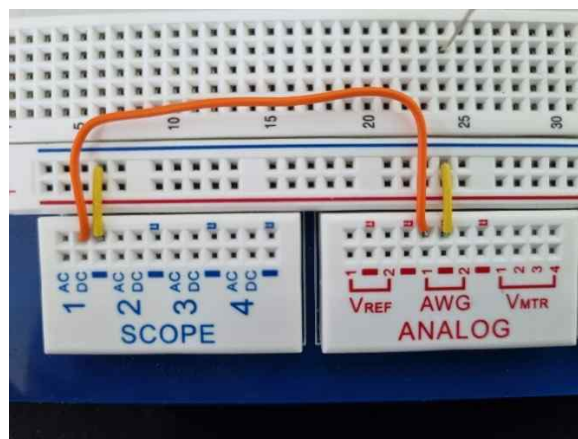
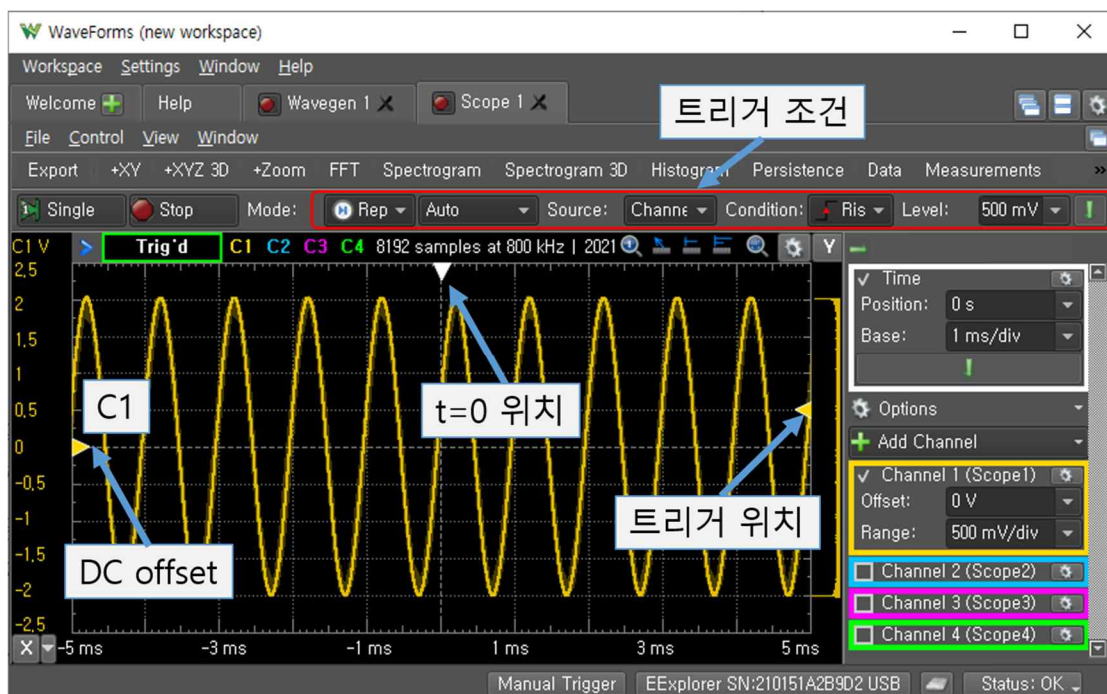

Figure 6. EEboard의 AWG 및 Scope
Figure 7. Trigger 설정 및 파형 측정
Figure 6는 EEBoard에서 제공하는 4개의 Scope 채널의 위치를 보여준다. Scope의 각 채널은 AC 또는 DC 커플링 커넥션이 제공되고 있다. AC 커플링의 경우 신호의 DC 성분을 제거한 파형이 관측된다. 신호의 DC 성분은 신호의 Time Average 값을 나타낸다.
출력된 파형을 측정하기 위해, Figure 6 에서와 같이 AWG1 출력을 Scope 1의 DC 커플링에 연결한다. Scope창에서 측정을 실행하면 Figure 7과 같이 관측된 파형을 그려준다. Scope로 신호를 관측하기 위해서는 수평축(Time)과 수직축(Voltage Level) 그리고 Trigger를 설정해주어야 한다. 이때 파형을 생성하는 "Wavegen 1" 탭에서 "RUN"을 선택하여 파형이 생성되고 있는 상태여야 하고, 파형을 관찰하는 "Scope 1"에서도 "RUN"을 선택하여 파형이 측정되고 있는 상태여야 한다. 그리고 화면 오른쪽 Channel 화면에서 "Channel" 옆의 체크 박스를 클릭함으로써 파형을 표시할 수도 있고, 제거할 수도 있다.
Figure 7의 화면을 보면 3개의 삼각형이 표시되어 있다. 왼쪽 삼각형 C1은 현재 스톱의 DC offset 위치를 나타내고 오른쪽의 삼각형은 Trigger Level을 나타내며 상단의 삼각형은 현재 Trigger 지점을 표시해 주고 있다. 상단의 삼각형을 따라 아래 시간 축을 살펴보면  $t=0$ 인 것을 확인 할 수 있다.
그림 Figure 7에서 수평축 시간 설정은 현재 Position 0s와 1ms/DIV로 설정되어 있다. 이는 아래 그래프에서 수평축 주 눈금 한 칸이 1ms에 해당하며, 주 눈금 10칸이 -5ms에서 +5ms까지 Position 0s를 중심으로 10ms 시간 범위(Span)을 가지고 있음을 알 수 있다. 채널 1(C1)의 수직축 전압 설정은 Offset 0V, Range 500mV/Div로 설정되어 있으며, 이는 수직축 주 눈금 한 칸이 0.5V에 해당하며 10칸의 주 눈금이 offset 0V를 중심으로 -2.5V에서 +2.5V 까지 5V 범위(Span)을 가지고 있음을 나타낸다. 만약 채널 1(C1)의 수직축 전압 설정은
정현파 또는 구형파 Test Signal은 일정한 주기를 가지고 있으며 주기 신호의 시작 시점을 스코프의 Trigger 조건을 이용하여 찾아낸다. Trigger 조건에 맞는 지점을 찾으면, 스코프는 반복되는 파형의 Trigger 지점을 기준으로 화면에 그리게 된다. 따라서 Trigger 신호 조건을 설정해 주면 실제 관측되는 파형의 정지된 파형을 관측할 수 있다. Trigger 설정은 (1) 어떠한 신호를 기준으로 trigger할 것인지를 정하는 신호원(trigger source)과 (2) trigger할 전압의 수준을 정하는 Trigger Level 그리고 (3) 전압의 상승위치에서 설정할지 또는 하강하는 위치에서 설정할 것인지에 대한 옵션이 있다. Figure 7에서 Trigger설정은 오른쪽 상단에 Source를 Channel1 그리고 조건(Cond)를 Rising, Trigger 수준(Level)을 500mV로 설정하고 있다. Figure 7의 스코프 화면 오른쪽에 작은 삼각형은 현재 Trigger Level을 표시하며, 0.5V에 위치하고 있다. 위의 정보를 종합하면 현재 Trigger되는 위치는 수평축(시간)  $t=0\text{ms}$ , 수직축(전압)  $V=0.5\text{V}$ 의 상승 조건임을 알 수 있다. Trigger가 정상적으로 설정되면 화면은 정지한 파형을 보여준다.